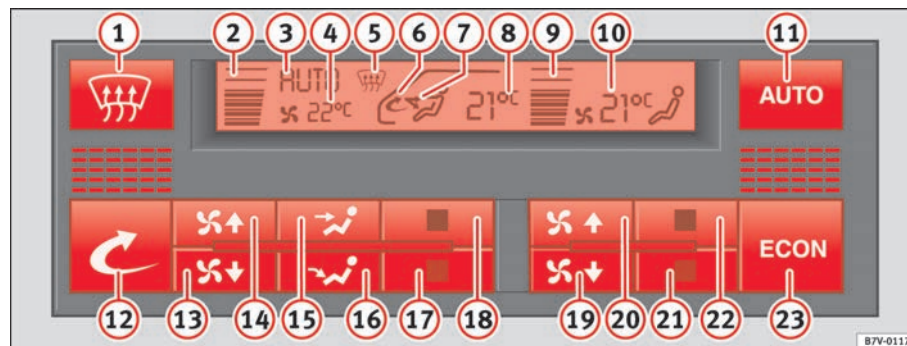

Fig. 119 Tablero de instrumentos: mandos del Climatronic
- Con las teclas ⇒ fig. 119 21 y 22 se selecciona la temperatura que permanece ajustada hasta que se selecciona otra temperatura